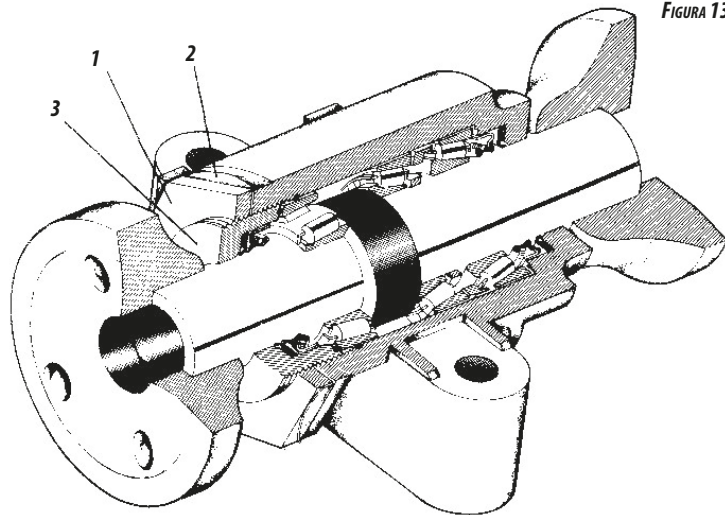

FIGURA 13
- Aflojar la tuerca (1) **figura 13**, sacar la traba (2), y ajustar los rodamientos a través del aprieto de la tapa (3), llevando en cuenta que el cojinete no debe trabajar muy justo, para no causar desgaste excesivo en los rodamientos.
- Reponer la traba (2), la tuerca (1) y apretarla nuevamente.